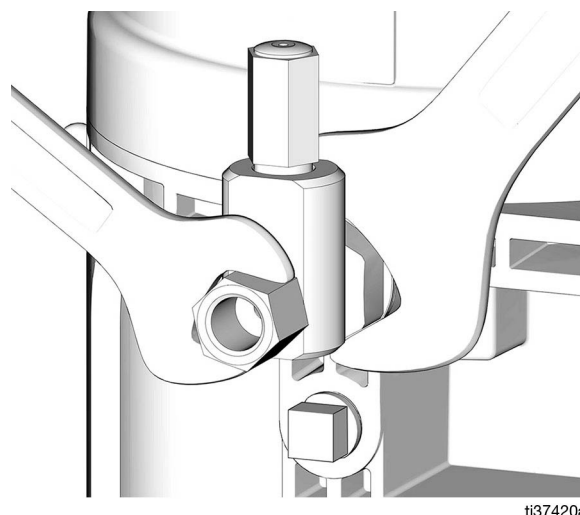

FIG. 23
1. Allentare il raccordo dell'elemento pompa (FIG. 23).